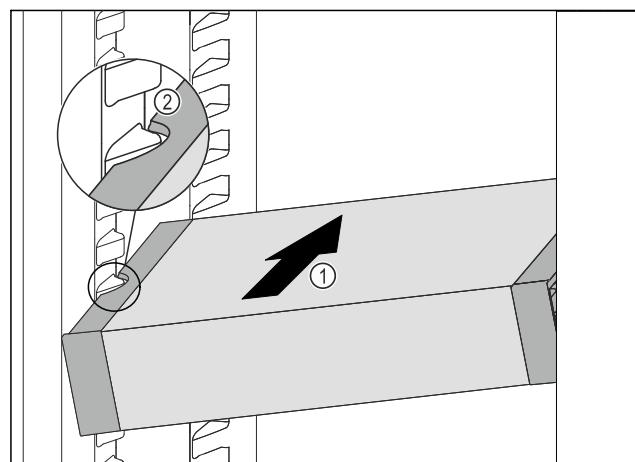

Fig. 114
- VarioSafe gurajte koso u hladnjak Fig. 114 (1) sve dok se bočni otvori Fig. 114 (2) ladice VarioSafe ne nađu na visini žlijeba spremnika u hladnjaku.